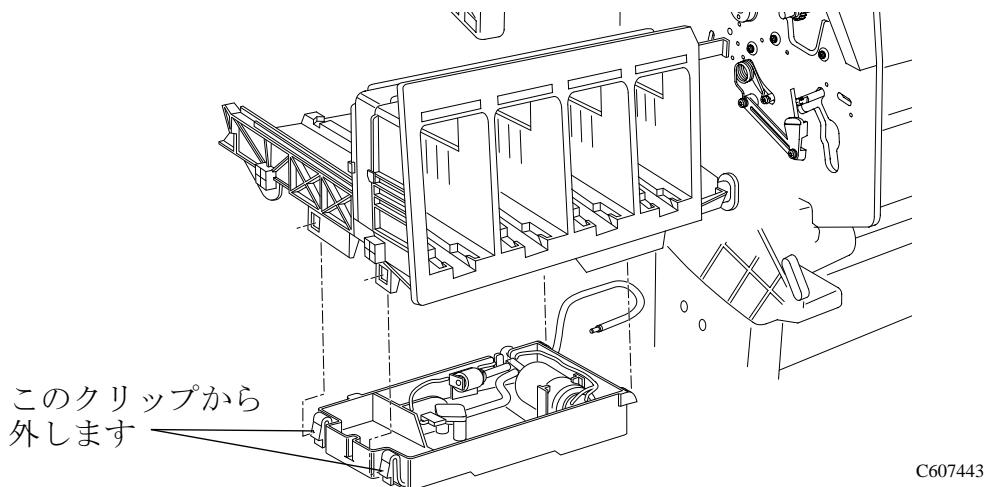

図18：エアープレシャライゼーションシステム
- 3 図18を参照して、ISSの下に付いている固定クリップからAPS(Air Pressurization System)を取り外します。